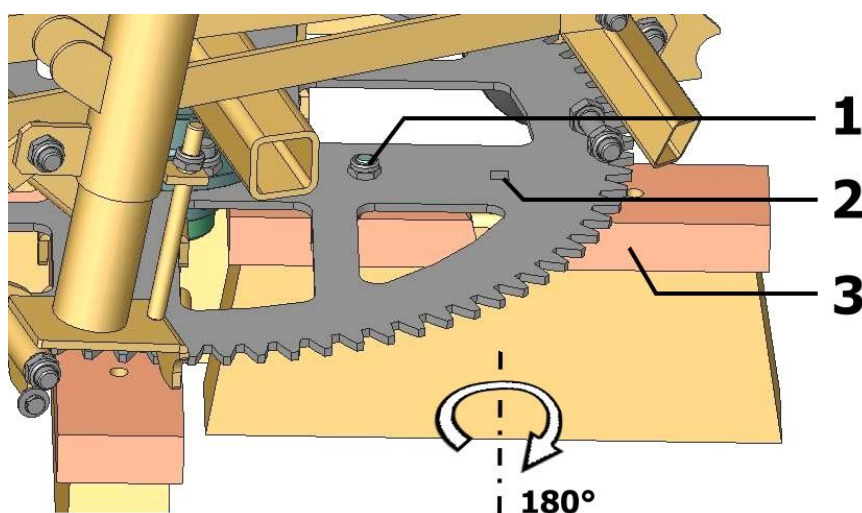

Bild 7
- Avlägsna fästskruven (1) på borsten.
- Avlägsna borsten (3) och vrid den 180° (runt sin egen axel). (se bild 7)
- Placera brickan (4170.0022) i samma läge (2) och dra åt fästskruven igen.